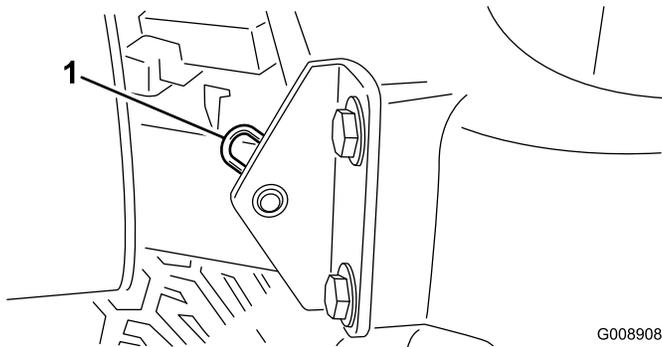

Figure 29
2. Retirez la goupille fendue qui fixe le pivot de capot aux supports (Figure 29).
Remarque: Les raccords encastrés des rouleaux (Figure 29) nécessitent un adaptateur pour la pompe à graisse. Vous pouvez le commander chez les distributeurs Toro agréés (Réf. 107-1998).